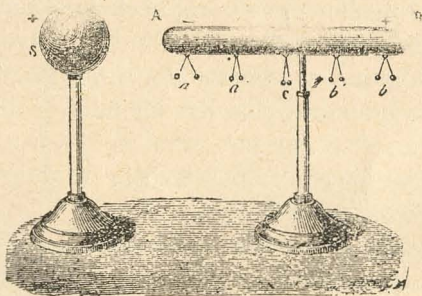

Fig. 160.—Electrización por influencia.
2. **Experimento.** — Sea un conductor aislado  $AB$  (fig. 160) en estado neutro, y provisto de péndulos dobles  $a$ ,  $a'$ ,  $b$ ,  $b'$ , y  $c$ , formados con esferillas de saúco colgadas de hilos conductores.